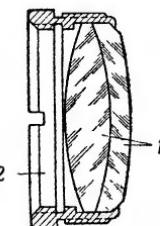

Рис. 97. Разрез объектива:
**Объектив** (рис. 97). Назначение объектива — получить действительное, обратное и уменьшенное изображение предмета, которое в дальнейшем рассматривается через другие оптические детали.